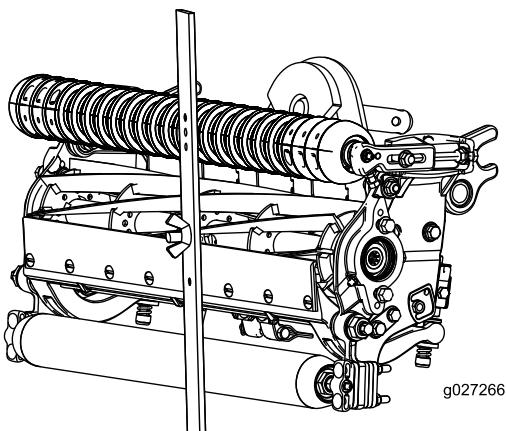

Figura 17
4. Prenda a cabeça do parafuso à extremidade cortante da lâmina de corte e apoie a extremidade traseira da barra no rolo traseiro (Figura 17).
5. Rode o parafuso de ajuste até que o rolo entre em contacto com a dianteira da barra indicadora (Figura 17). Ajuste ambas as extremidades do rolo até que todo o rolo esteja paralelo à lâmina de corte.